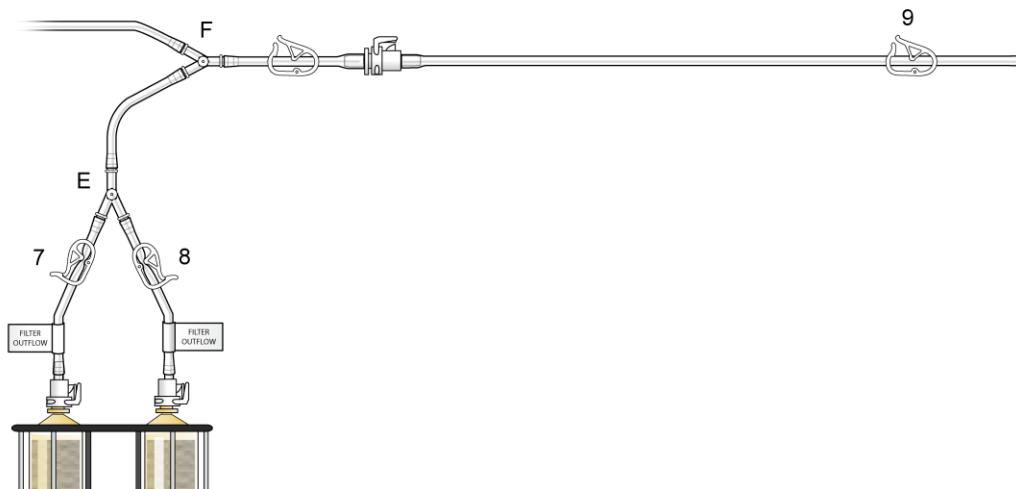

Figura 10
- (i) Saque la «línea de cebado/irrigación» de su bolsa estéril y únala al acoplamiento de conexión rápida situado en posición proximal al conector en Y «F», como se muestra en la figura 10. Ponga el extremo abierto de la «línea de cebado/irrigación» en el recipiente para recoger el efluente irrigado durante la hidratación del filtro.